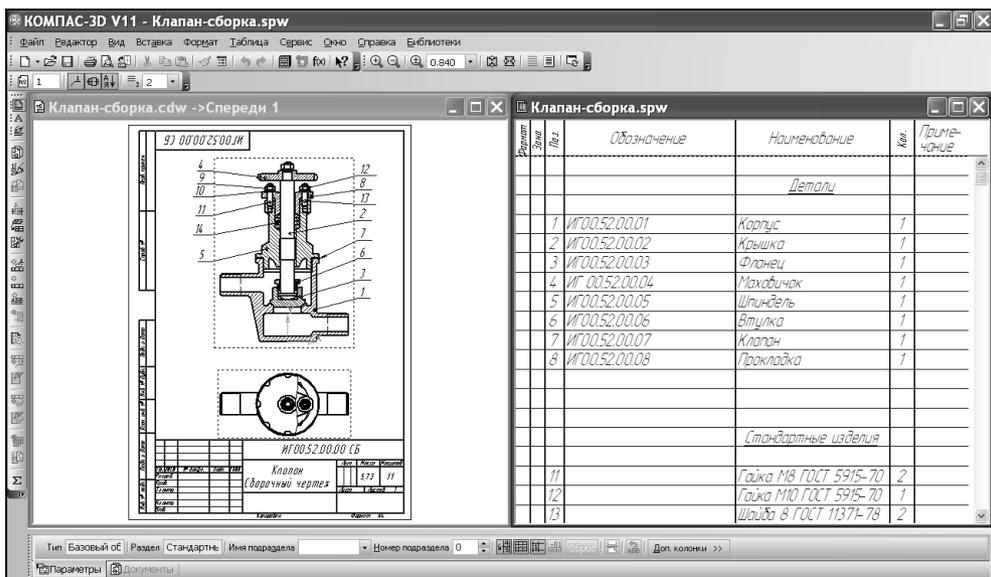

Рис. 9.105. Документы сборочного чертежа и спецификации в режиме **Мозаика вертикально**
1. Откройте ассоциативный сборочный чертеж клапана. Теперь открыты два документа: спецификация и сборочный чертеж. Работу с объектами спецификации удобнее выполнять, когда на экране одновременно видны окно спецификации и окно сборочного чертежа. Выполните команду **Окно | Мозаика вертикально**. Приведите документы к удобному для дальнейшей работы виду (рис. 9.105):